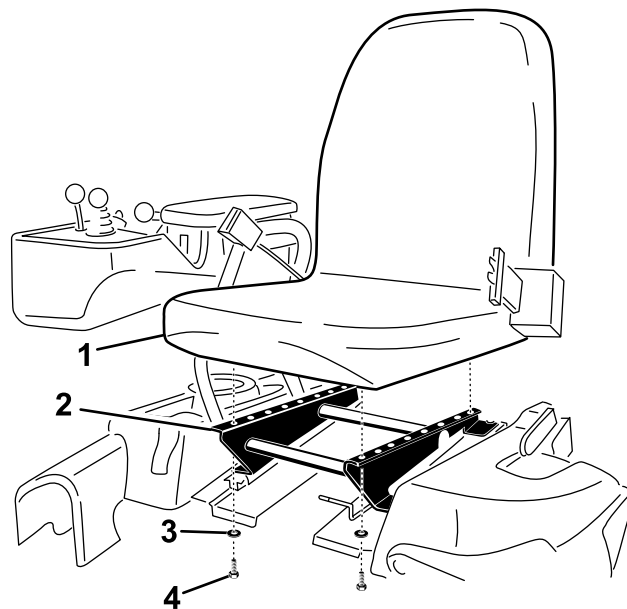

図4
3. 先ほど外したボルト4本とワッシャを使って運転席をシートベースに取り付ける **図4**。